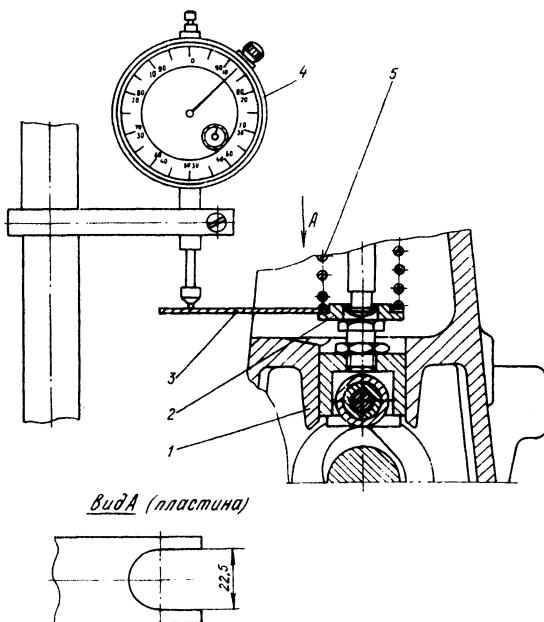

Рис. 57. Прибор для проверки величины подъема толкателя:
2. Снять боковую крышку насоса и установить пластины 3 (рис. 57) своим пазом на цилиндрический выступ нижней тарелки 2 пружины толкателя под опорный виток пружины 5.